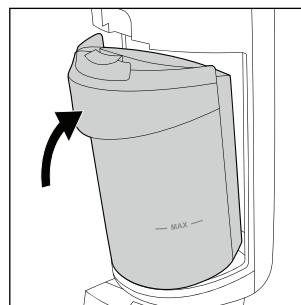

Fig. 30
- ♦ Fastgør beholderen til snavset vand 2 på produktet igen ved først at sætte bunden til beholderen til snavset vand 2 ind. Skub så beholderen til snavset vand 2 i retning af produktet, indtil beholderen til snavset vand 2 går i indgreb på produktet, så det kan høres (se fig. 30).